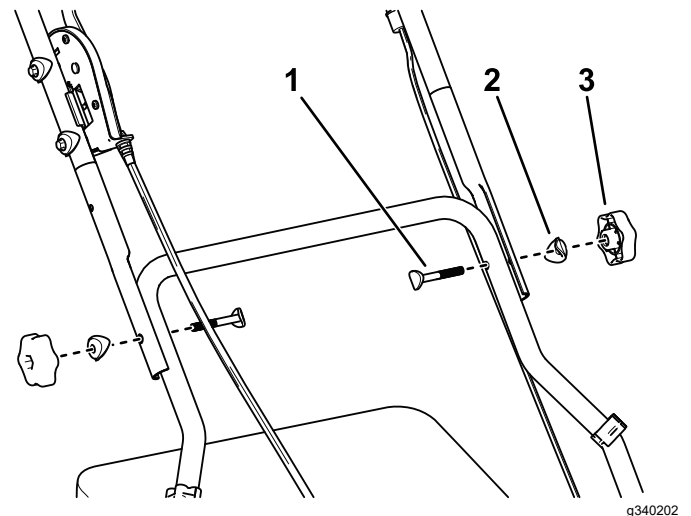

Bild 4
3. Befestigen Sie jede Seite des oberen Holms am unteren Holm mit einer gebogenen Unterlegscheibe, einer Holmschraube und einem Arretierknopf (Bild 4).
Hinweis: Füllen Sie den Kraftstofftank nur bis zur Unterseite des Einfüllstutzens (Bild 4).